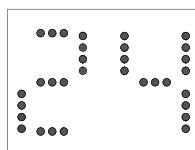
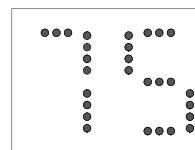

Fig.1
Fig.2
1. Estendete entrambi i lati del tubo (Fig.1) e avvitate l'ingresso del tubo (Fig.2).
Prima di cambiare, in modalità cool (raffreddamento), lo schermo come in fig1.
Dopo la modifica, in modalità cool (raffreddamento), lo schermo come in fig2.
Prima della modifica, in modalità RAFFREDDAMENTO, la visualizzazione sullo schermo appare come mostrato in Fig. 1.
Dopo la modifica, in modalità RAFFREDDAMENTO, la visualizzazione sullo schermo appare come mostrato in Fig. 2.